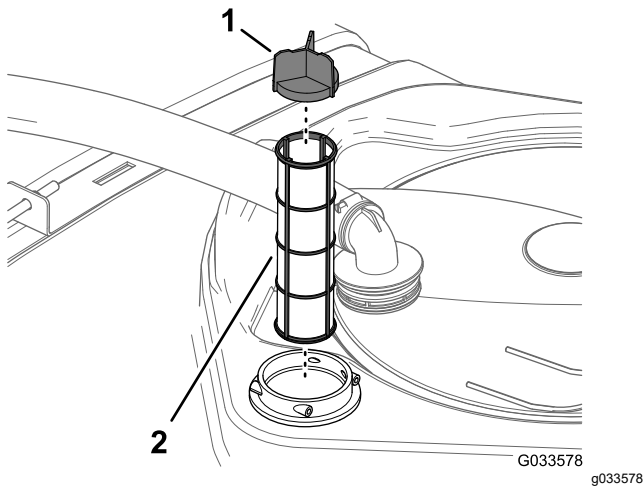

Bild 29
- Ziehen Sie das Saugsieb aus dem Filtergehäuse im Behälter (Bild 29).